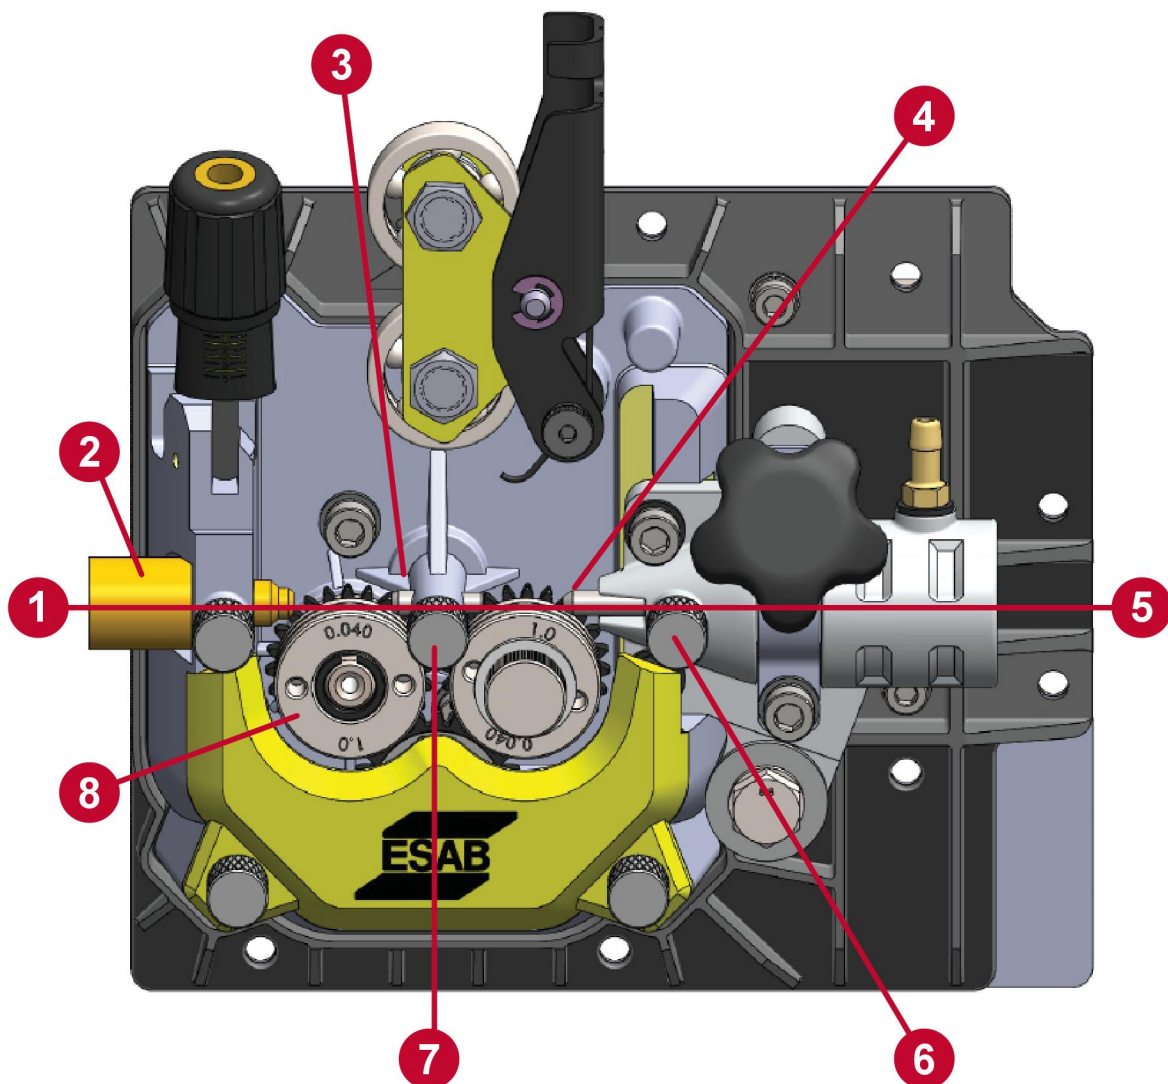

Figura 18. Ubicación de las guías de alambre y sus tornillos de fijación
1. Afloje el tornillo manual de guía de alambre de salida (consulte la Figura 18).
1. Afloje y extraiga el tubo de guía de alambre central (consulte la Figura 18 para la ubicación). Este tubo de guía de alambre central se extrae/instala únicamente desde el lado izquierdo.
4. Alimente el alambre de la bobina a través de las guías de alimentación de alambre que lo colocan en las ranuras de los rodillos de alimentación de alambre como se muestra en la Figura 18. Coloque el alambre en el **interior** de la ranura de los rodillos de alimentación de alambre. Siga alimentando el alambre hasta que se proyecte más allá del lado de salida del adaptador de soplete por unos pocos centímetros.